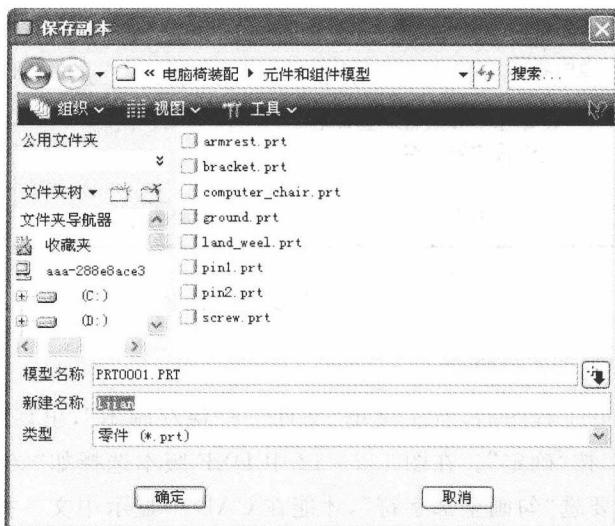

图 1.2-9 “保存副本”对话框
② 如果要改变保存路径或文件名称，则可以选择“文件”→“保存副本”命令，打开如图 1.2-9 所示的“保存副本”对话框。在对话框顶部存储路径下拉列表框中选择要保存的路径，然后在“新建名称”文本框中输入要保存文件的名字或保存已有文件，并在“类型”下拉列表框中选择要另存为的文件类型，最后单击“确定”按钮即可。